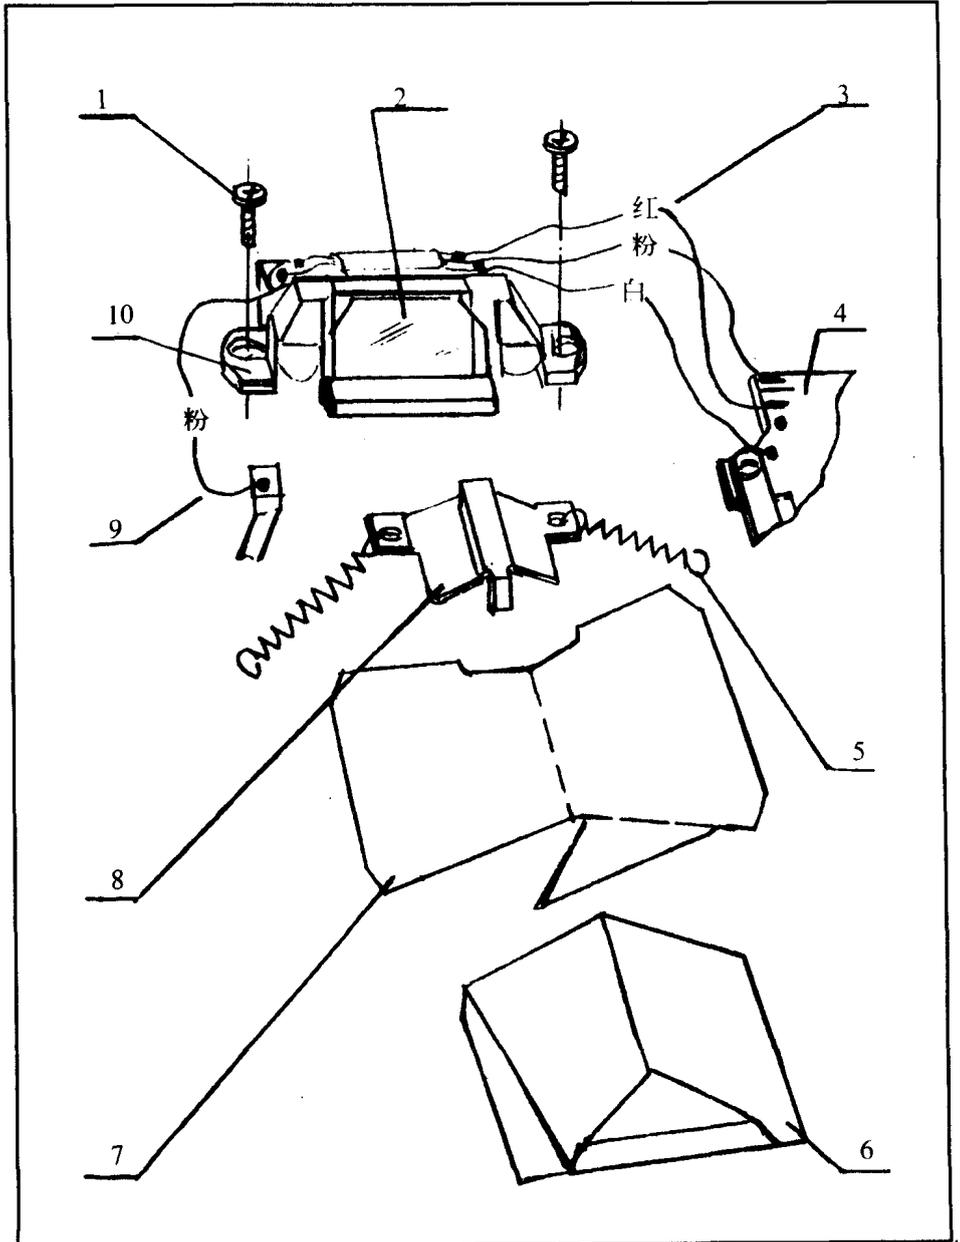

图 1-3
- (2) 取螺钉 1(见图 1-3)。
- (3) 焊下连线 9。
- (4) 移开座 10。
- (1) 拆顶盖组件(见图 1-2 及拆卸)和目镜组件(见图 1-3)。
- (2) 取下拉簧 5 × 2。
- (3) 取罩 7。
- (4) 取出五棱镜 6。